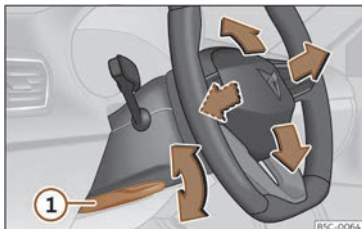

Fig. 86 Palanca a la part inferior del lateral esquerre de la columna de direcció.
- Estireu la palanca >>> **fig. 86** ① cap avall, moveu el volant fins a la posició desitjada i torneu a apujar la palanca fins al punt de tancaament.
- Després d'ajustar la columna de la direcció, empenyeu fermament la palanca >>> **fig. 86** ① cap amunt perquè el volant no canviï de posició accidentalment durant la marxa.